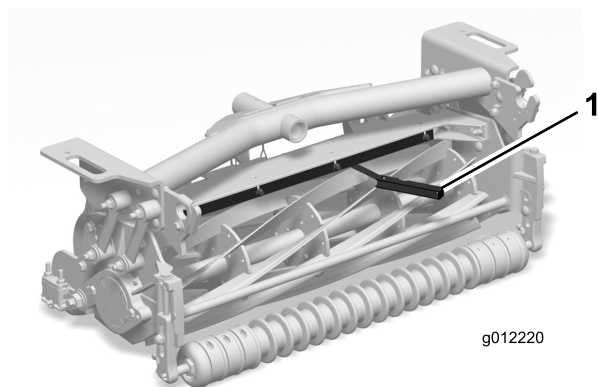

Figure 8
4. Insérez une jauge d'épaisseur de 1,5 mm entre le haut du cylindre et le bas de la barre supérieure pour vérifier l'écartement (Figure 8).